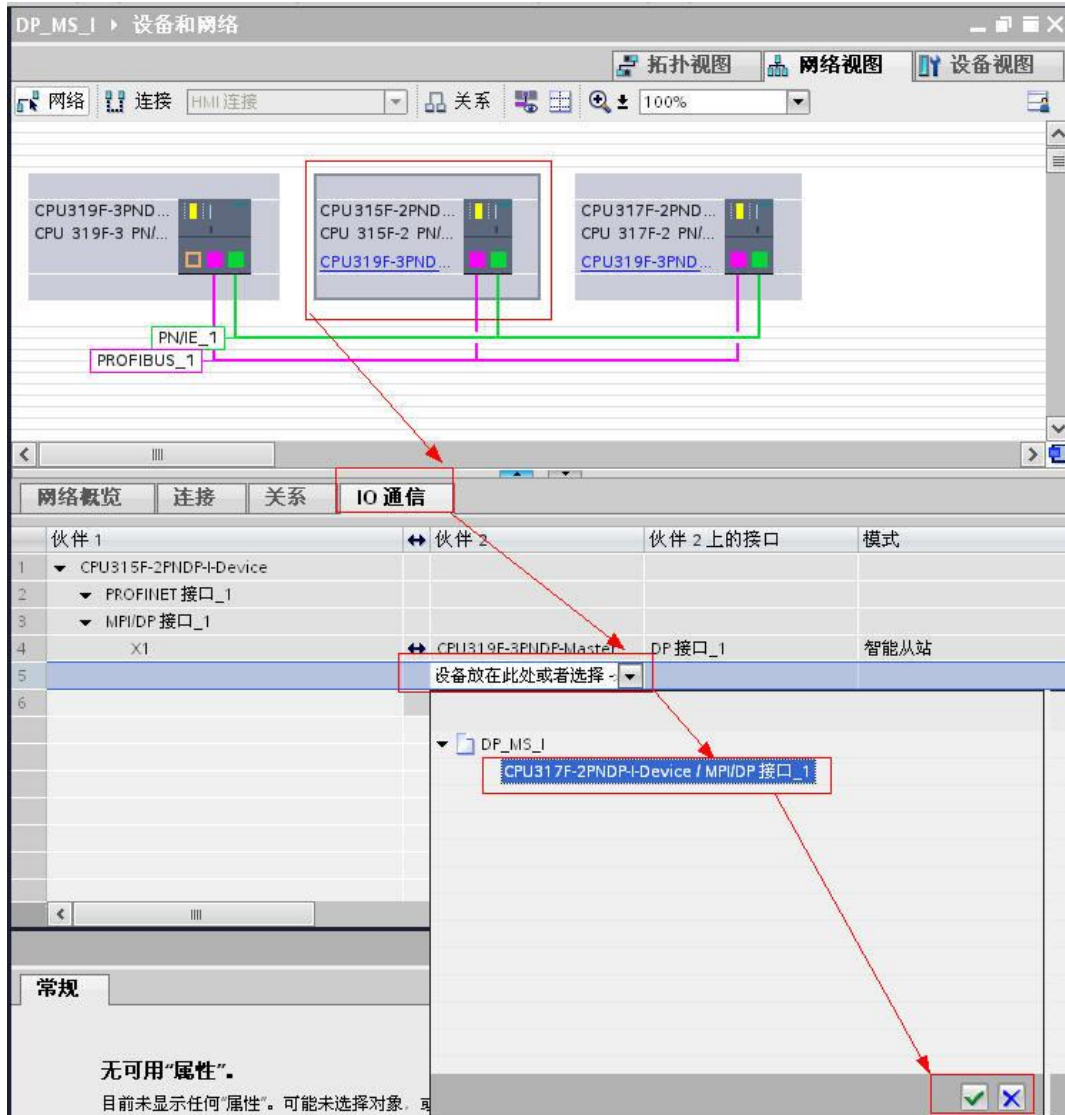

图 2-10 设置 IO 通信
- 10) 设置 IO 通信过程，需要分别选择 CPU315F 和 CPU317F，以便建立双向通信通道。如图 2-10